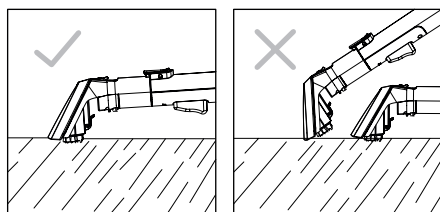

FIG.4
- Dé la vuelta a la herramienta e inclíne la boquilla hacia delante para que entre en contacto con la superficie. Tire hacia atrás para recuperar el agua y la solución. (FIG 4)